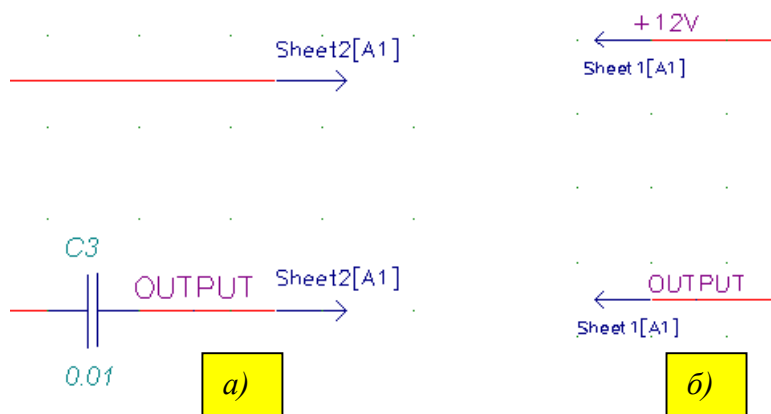

Рис. 6-14. Межстраничные ссылки на схеме
2) Найдите в этой библиотеке и разместите на первом и втором листах схемы компоненты SHEETOUT, подключив их к цепям +12V и OUTPUT, как показано на рис. 6-14 (рис. 6-14,а - первый лист, рис. 6-14,б – второй).